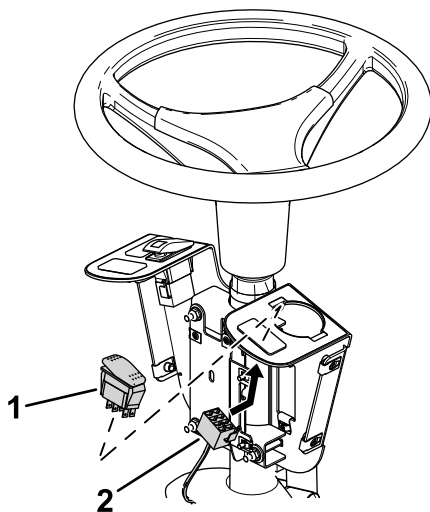

Figura 8
10. Remova o tampão do furo e instale o interruptor do sinal luminoso com a extremidade elevada virada para cima (Figura 8).
11. Ligue o conector do sinal luminoso ao interruptor (Figura 8).